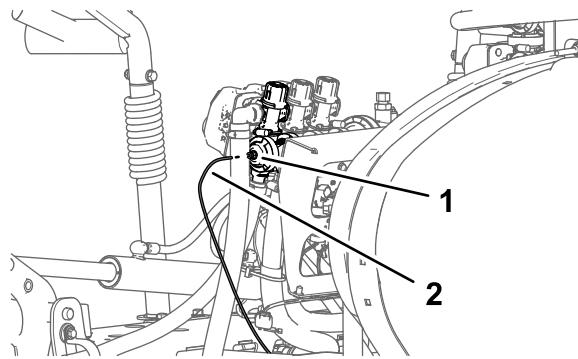

Рисунок 27
2. Вытяните трубку датчика давления для манометра на приборной панели из соединительной муфты (Рисунок 27).